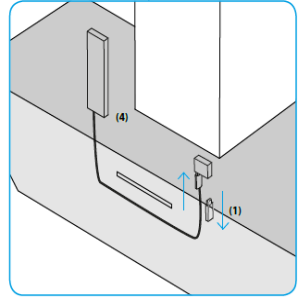

Fig. 3 Simple mounting of the Receiver. The receiver is installed easily without extra tools. Remove the Stick (1) inside the hood and insert the Receiver (4).
Abb. 3 **Einfache Montage des Receivers** Der Receiver lässt sich ohne zusätzliches Werkzeug einfach montieren: Schrägesse vorn öffnen, Stick (1) an der Innenseite der Haube entfernen und den Receiver (4) einstecken.
Fig. 3 Montage facile du récepteur, il est possible d'installer facilement le récepteur sans outil supplémentaire : Ouvrez la hotte inclinée par le devant, retirez le stick (1) de la hotte aspirante en insérant le récepteur (4).